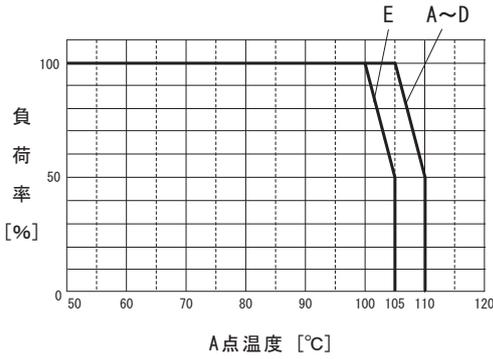

図5.4 STMGS80 A点温度
■搭載電源 (MGFS80) のケースA点の温度が図5.4の値以下となるようにご使用ください。